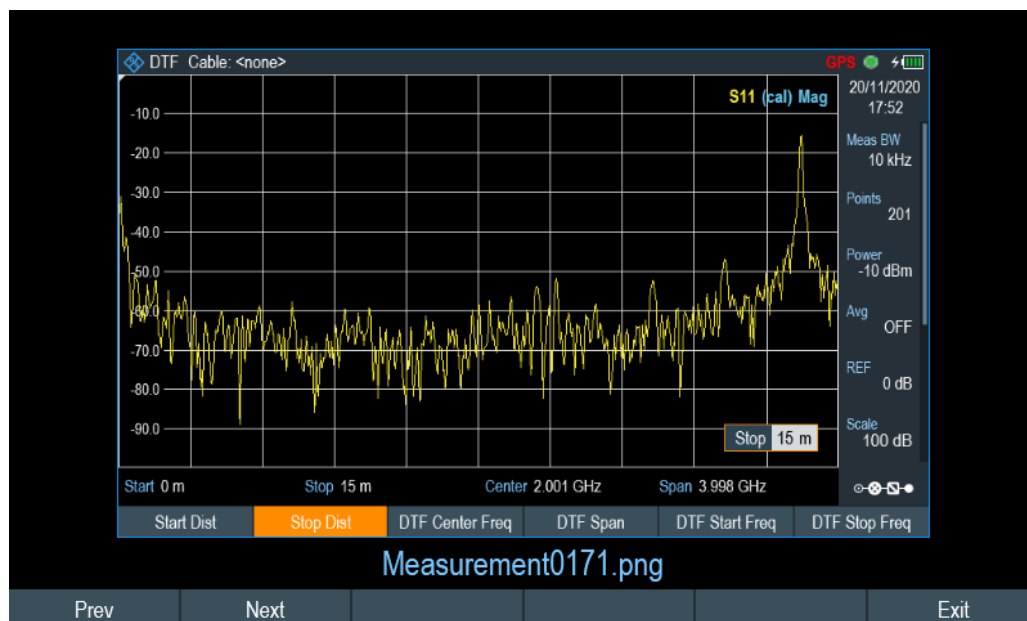
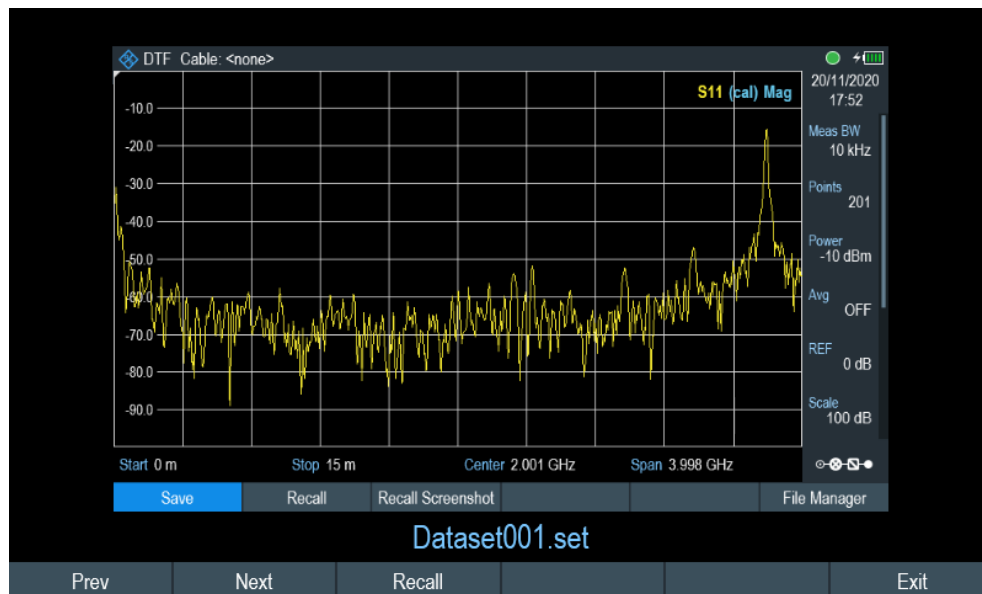

Рис. 5-1: Предварительный просмотр снимка экрана
Рис. 5-3: Предварительный просмотр набора данных
5. Выберите функциональную клавишу "Prev" или "Next" для предварительного просмотра снимков экрана, имеющих в выбранной папке. Имя файла текущего снимка экрана отображается под ним. См. подразделы рис. 5-1 и рис. 5-3.
5. Выберите функциональную клавишу "Prev" или "Next" для предварительного просмотра наборов данных, имеющих в выбранной папке. Имя файла текущего набора данных отображается в нижней части экрана. См. рис. 5-3.